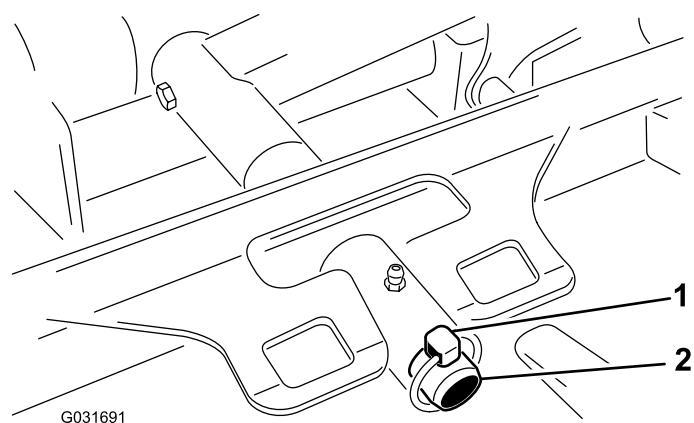

図 62
- デッキのキャリアフレームを昇降アームのピボットピンに固定しているリンチピンを外す図62。
3. デッキのキャリアフレームを昇降アームのピボットピンに入れ、リンチピンで固定する図 62。